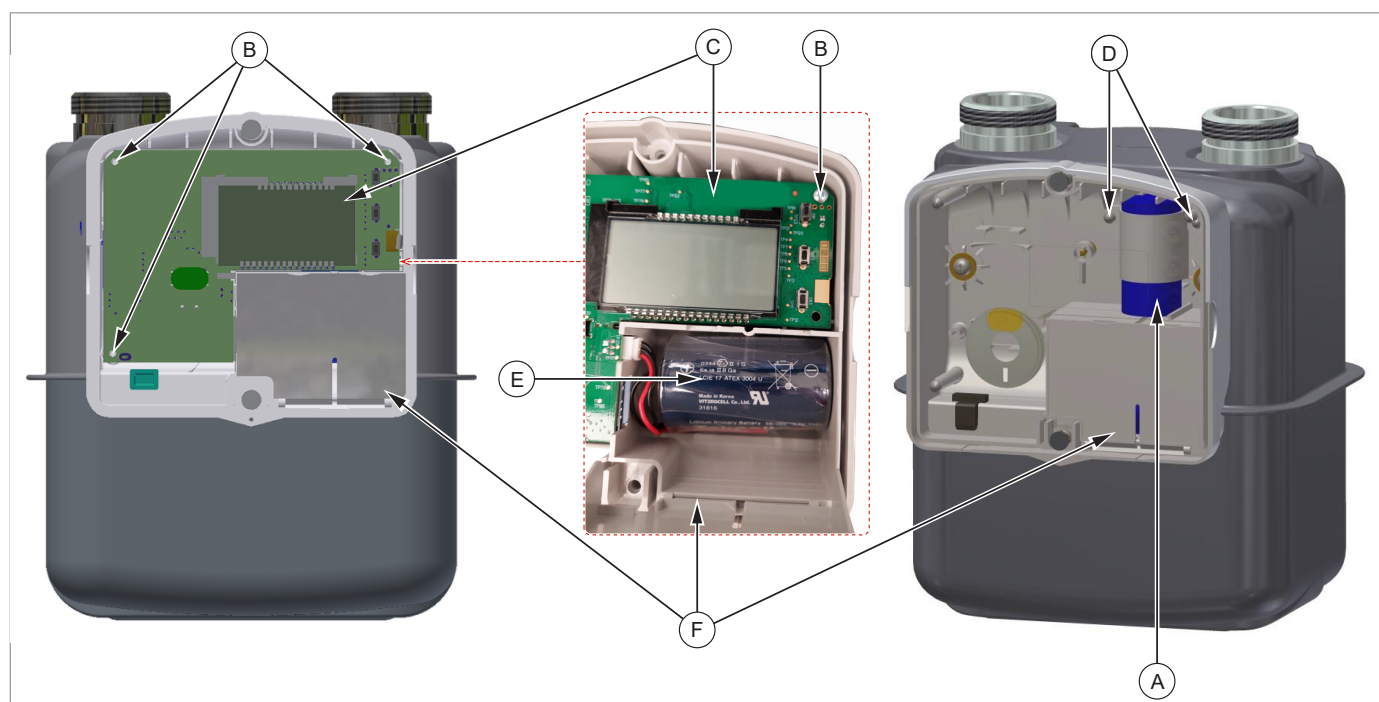

Fig. 10.12. Extracción de baterías
Para retirar la batería metrológica (A), proceda como se describe en la Tabla 10.88 (consultando la Fig.10.12.):
Para **sustituir la batería de comunicación**, proceda como se describe en la Tabla 10.89 (consultando la Fig. 10.12.):